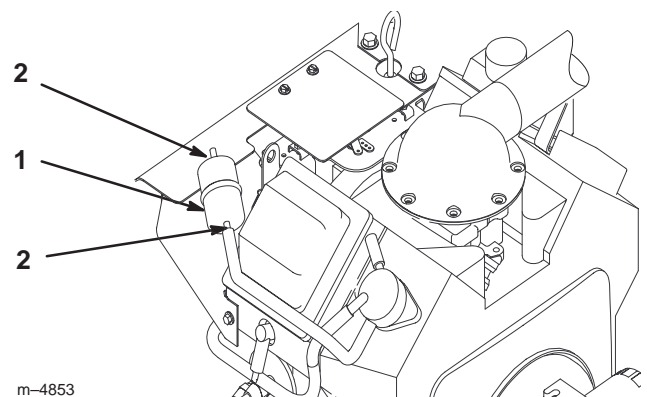

Bild 61
3. Drücken Sie die Enden der Schlauchschellen zusammen und schieben Sie sie vom Filter weg (Bild 61).